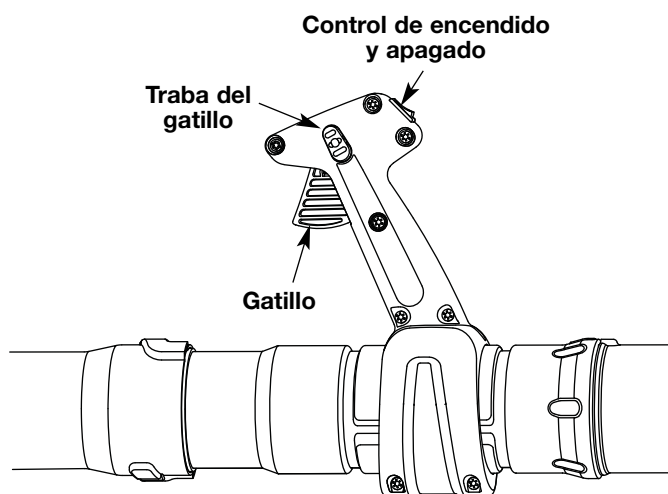

Fig. 15
**NOTA:** La unidad debe arrancarse en vacío. No oprima el gatillo mientras arranca la unidad (Fig. 15).
**ARRANQUE EN CALIENTE:** Si la unidad ya está caliente, coloque la palanca del obturador en la posición 3 y tire de la cuerda de arranque para volver a arrancar. **La unidad debe arrancarse en vacío. No oprima el gatillo mientras arranca la unidad** (Fig. 15).
2. Oprima y mantenga oprimido el Control de encendido y apagado en la posición APAGADO (O) hasta que el motor se detenga por completo (Fig. 15).
- Use la traba del gatillo (Fig. 15) para mantener el gatillo oprimido mientras esté trabajando para facilitar el funcionamiento continuo.